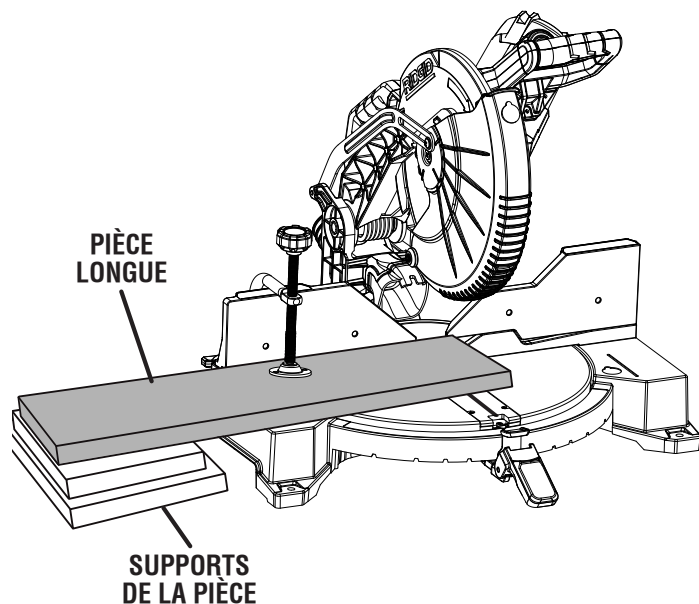

Fig. 31
- Lors de la coupe de planches ou de moulures longues, soutenir l'extrémité libre de la pièce avec un chevalet à rouleau ou un plan de travail se trouvant au même niveau que la scie. Voir la figure 31.
- Lors de la coupe de longues pièces ou moulures, retenez l'extrémité opposée de la pièce avec un support à rouleau ou une surface de travail de niveau avec la table de la scie. *Voir la figure 31.*
Voir la figure 31.